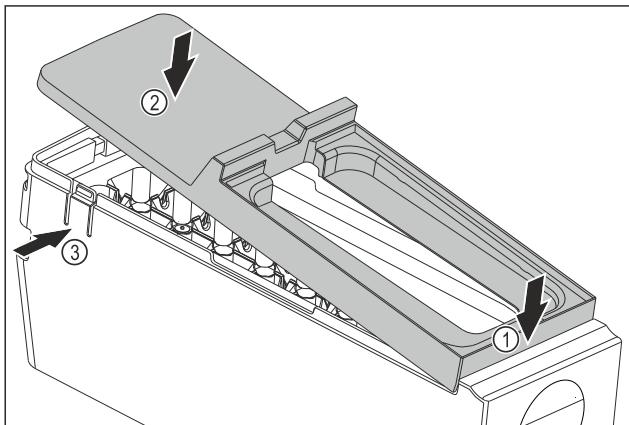

Fig. 186
- Montirajte pokrov glavnega dela EasyTwist-Ice: Pokrov spredaj namestite. Fig. 186 (1)
- Pokrov zasad spustite. Fig. 186 (2)
- Pokrov se slišno zaskoči v obe sponi Fig. 186 (3).